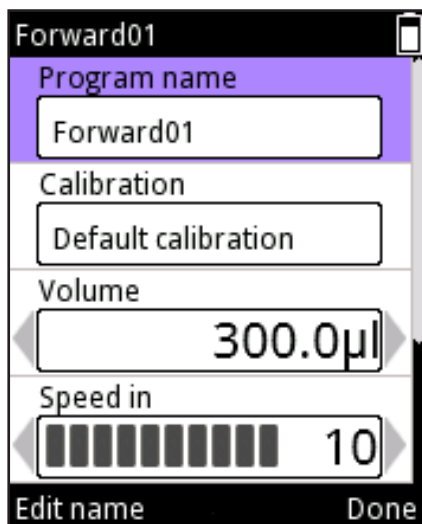

Abb. D38.
4. Das neue Programm erhält einen Standardnamen, der beliebig geändert werden kann. Scrollen Sie zu **Program name** und öffnen Sie den Namenseditor mit (**Edit name**) (Abb. D38). Die Namenseingabe erfolgt über die in Abschnitt D.3.1.1 beschriebene virtuelle Tastatur. Die maximale Anzahl von Zeichen in einem Programmnamen beträgt 50. Mit den Pfeiltasten / können Sie durch den gesamten Namen scrollen, wenn dieser im Feld nicht vollständig sichtbar ist. Wenn Sie fertig sind, drücken Sie (**Done**).